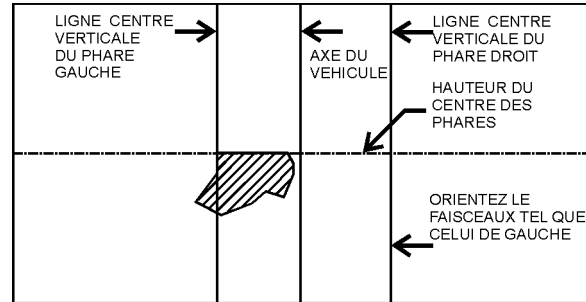

FIGURE 51 : POSITIONNEMENT CORRECT SUR L'ÉCRAN DE LA ZONE LONGUE PORTÉE DES FEUX DE CROISEMENT
5. Les feux de route sont orientés de sorte que le centre de la zone longue portée se trouve à l'horizontale et tout droit à la verticale (Figure 51).